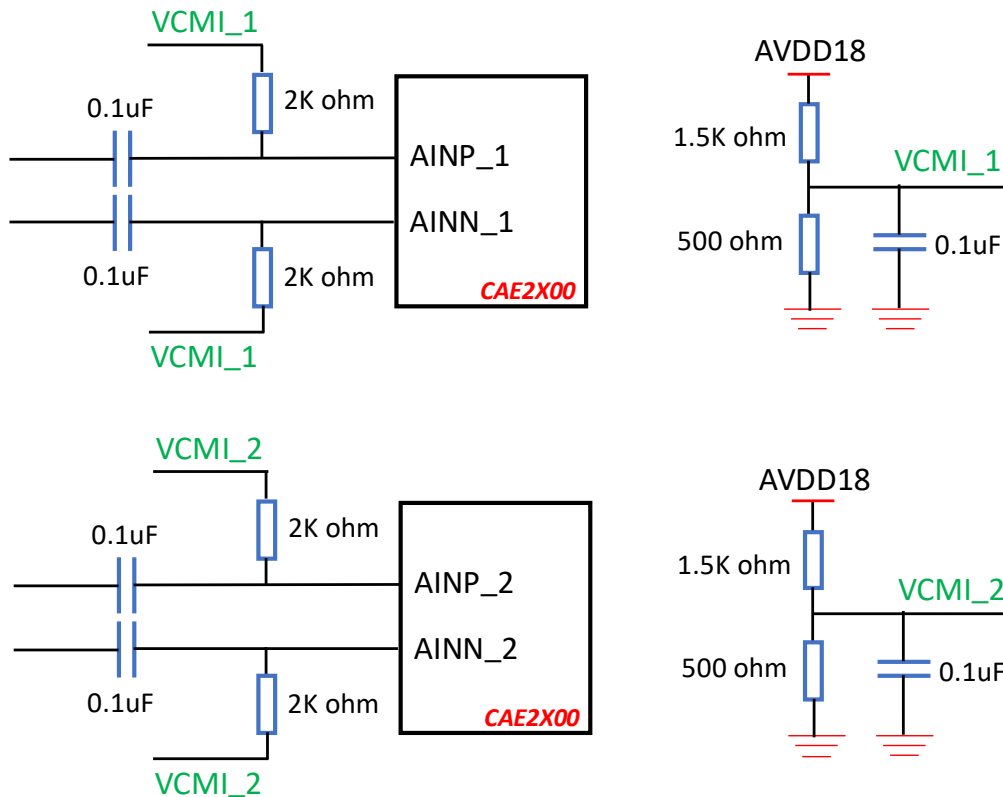

图 8-2. 模拟信号输入管脚交流 (AC) 耦合连接示意图
**交流 (AC) 耦合连接说明**
如图 8-2 所示，当交流 (AC) 耦合连接时，模拟信号输入管脚需外部提供 0.45V 差分输入共模电压 (VCM1)。该 VCM1 电压可以通过外部电阻分压产生，并通过 2K 欧电阻连接至模拟信号输入管脚。